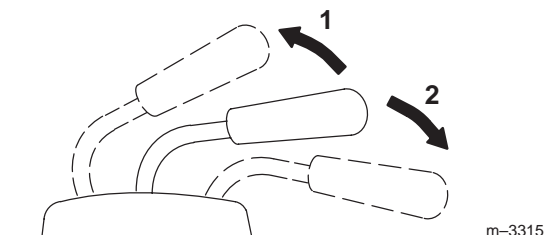

Bild 21
2. Ziehen Sie am Gerätehubhebel, um Geräte anzuheben (Bild 21).
2. Drücken Sie den Gerätehubhebel nach unten, um Geräte abzusenken (Bild 21).